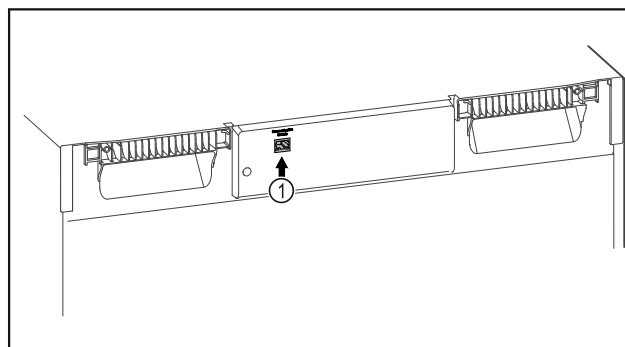

Fig. 106
- SmartModule Fig. 106 (1) inserito.